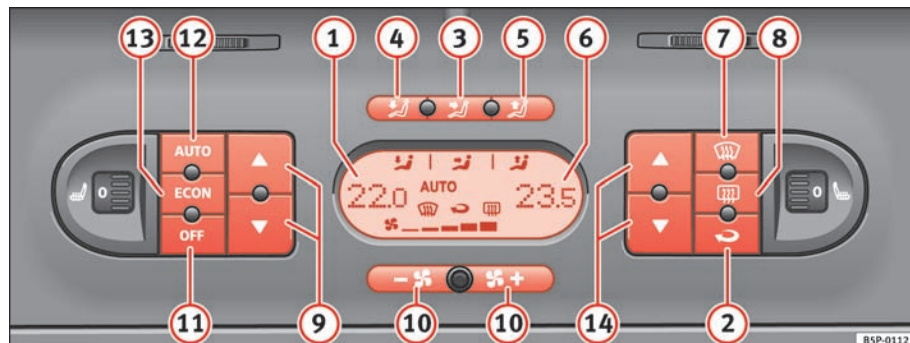

Fig. 125 På instrumentpanelet: betjeningslementer til 2C-Climatronic
- Tryk på knapperne til temperaturregulering ⇒ **side 150, fig. 125** **9** eller **14** for at indstille temperaturen i henholdsvis venstre og højre side.
- Tryk på **AUTO** ⇒ **side 150, fig. 125**. I displayet vises AUTO.